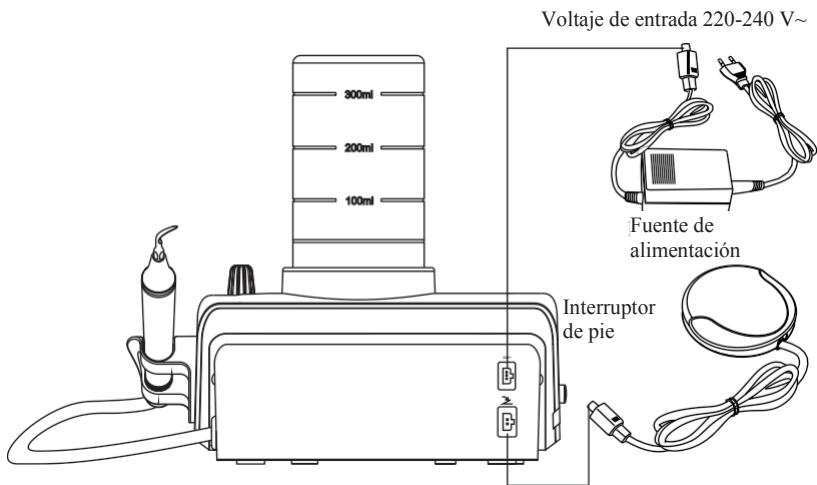

figura 3
c) Inserte el enchufe del interruptor de pie en su zócalo (consulte la Figura 3).